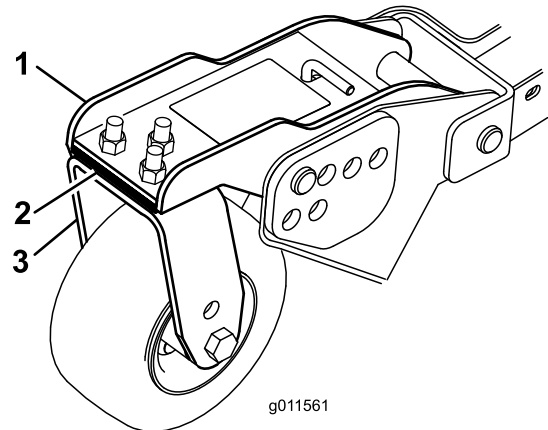

**Figura 110**
1. Afloje las contratuercas de la parte superior o inferior del perno en U de la cadena de altura de corte (Figura 110).